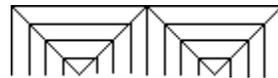

Figure 6 - Symbole du roc comme fin de forage
- La courbe **End\_of\_borehole** montre la limite de fin de forage et, si l'enregistrement de type **F a R** comme **code 1**, le symbole du roc (illustré à la figure 6) indiquant le refus (ou l'arrêt) du sondage sur le socle rocheux, est tracé avec les attributs de traçage de la courbe.